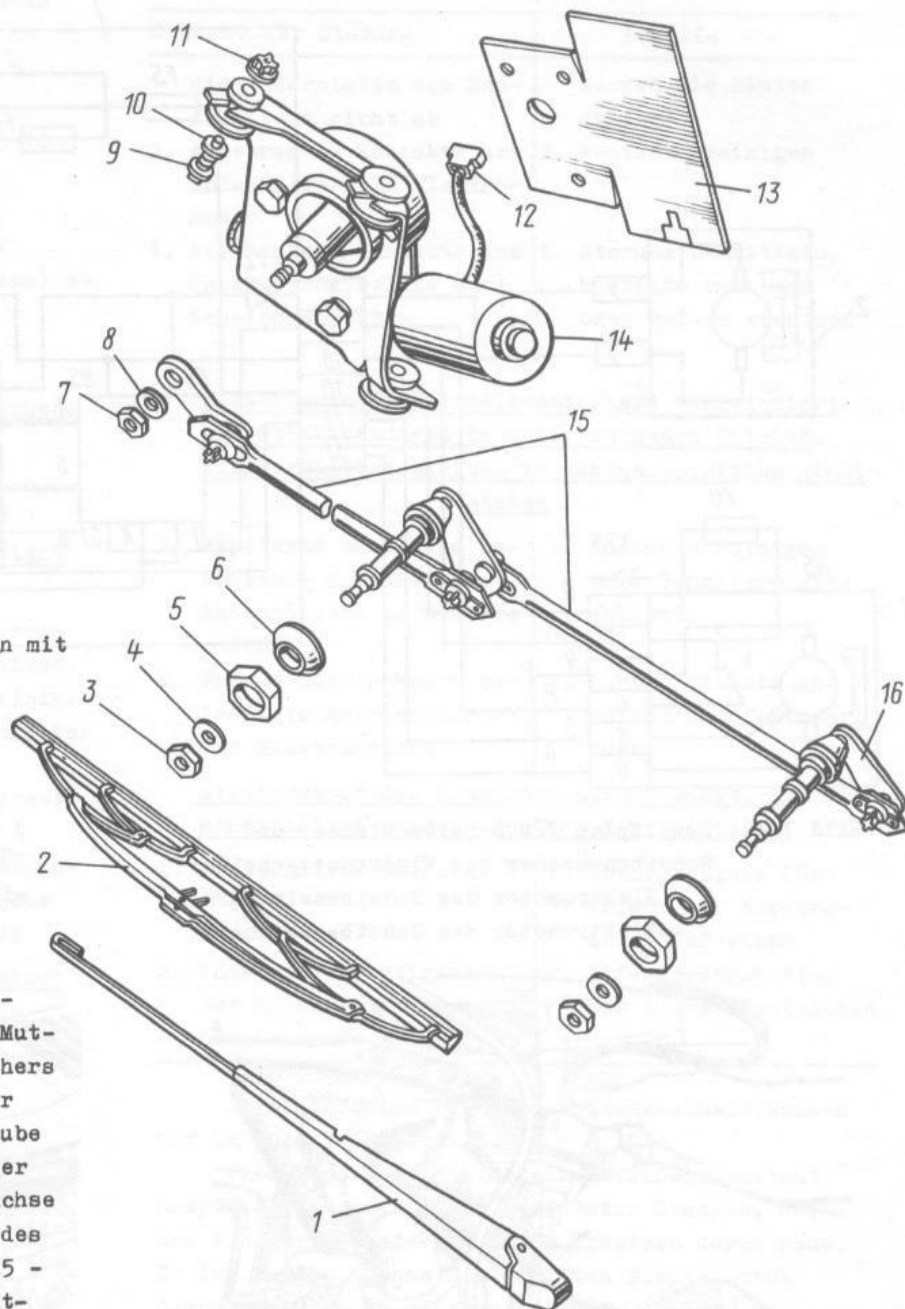

Bild 7-51. Teile des Scheibenwischers:
- Stangen 15 (Bild 7-51) des Scheibenwischers mit Kurbel von Getriebeachse entfernen;
- Schutzhülle 13 (siehe Bild 7-51) des Elektromotors abziehen und danach Motorgetriebe 14 absetzen.